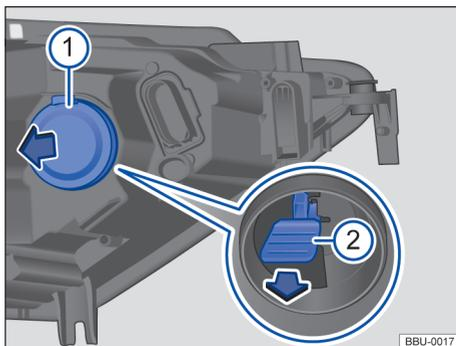
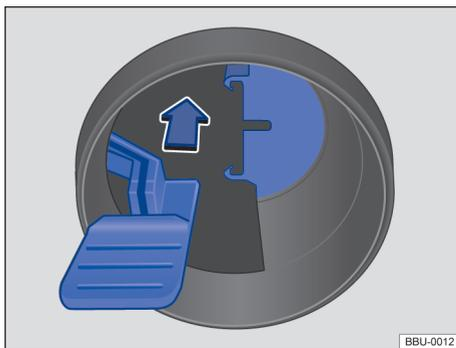

Fig. 156 No protetor da caixa de roda dianteiro direito: troca da lâmpada do indicador de direção.
Fig. 157 Montagem da lâmpada dos indicadores de direção dianteiros.
- Desmonte a tampa de borracha correspondente da parte posterior do farol → Fig. 156 ①.
- Extraia o suporte da lâmpada pela alça de segurança em linha reta ②.
- 6 Coloque o suporte da lâmpada no farol com cuidado até que encaixe, acoplado as linguetas do suporte da lâmpada com as guias dispostas no farol → Fig. 157.